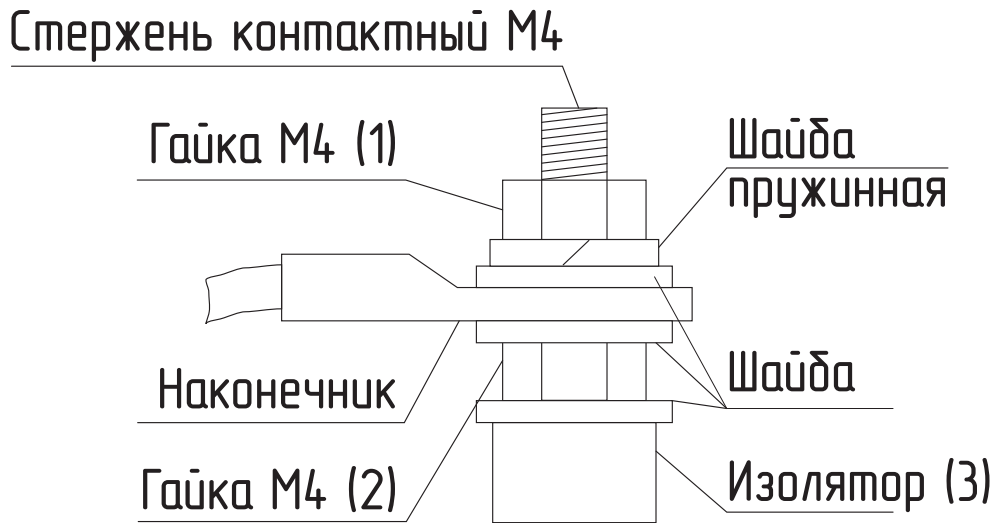

Рис. 15 Присоединение проводов к выводам блок ТЭН
- Гаек на контактных стержнях ТЭН с усилием 1,8 Нм (см. Рис. 15);
- При замене блока ТЭН присоединение фазных проводов к выводам блока ТЭН производить согласно **Рис. 15**. Сечение кабеля указано в **Табл. 2**;
- Провод нейтрали N подключить на перемычку блока ТЭН (**Рис. 15**).